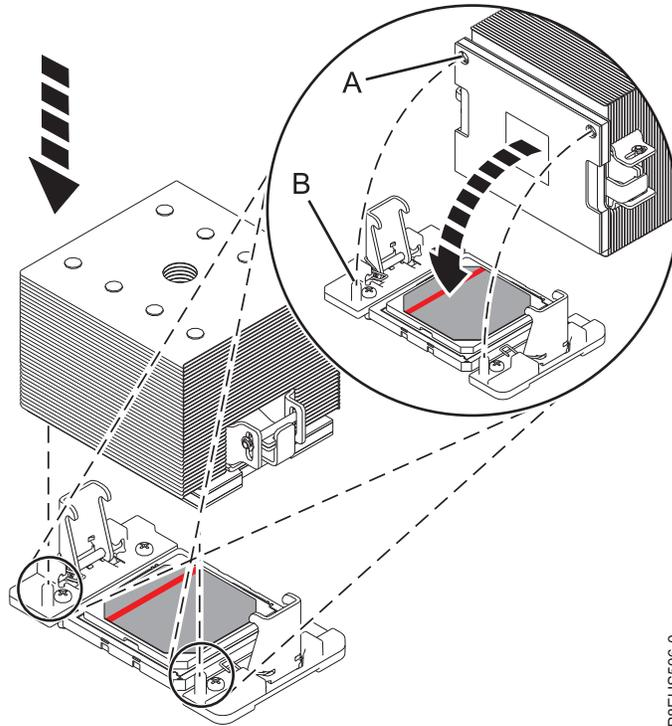

図 171. 銀色の TIM への新規ヒート・シンクの取り付け
- 新規のヒート・シンクを TIM の上に置きます (155 ページの図 171 を参照)。